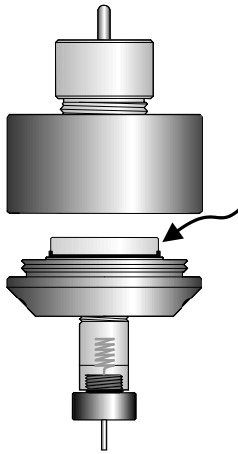

Abb. 24
- Schrauben Sie den Zellkörper im Uhrzeigersinn fest. Die Zelle darf nicht gekippt werden solange die Druckschraube nicht angezogen ist (siehe Abb. 24).